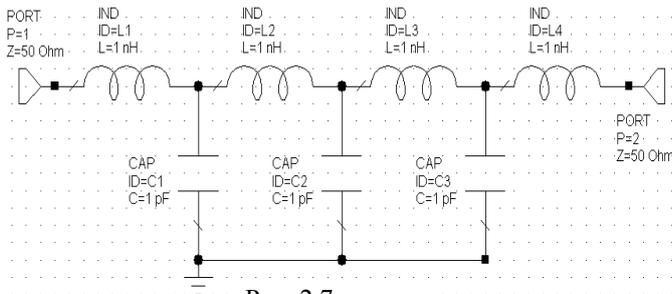

Рис. 2.7
3. Повторите шаги 1 и 2, чтобы подключить порт к последней индуктивности, но после перемещения его в окно схемы, щёлкните два раза правой кнопкой мышки, чтобы развернуть его на 180 градусов, подведите к правой клемме последней индуктивности и зафиксируйте, щёлкнув левой кнопкой (рис. 2.7).
2. Переместите курсор в окно схемы, поместите землю на нижней клемме конденсатора C1 и зафиксируйте, щёлкнув левой кнопкой мышки (см. рис. 2.7).